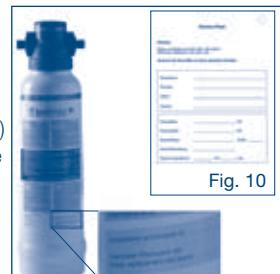

Fig. 10
2. Prima dell'installazione della cartuccia filtrante, scrivere la data dell'installazione e la data di sostituzione (al più tardi dopo 12 mesi) sulla targhetta del filtro (vedi Fig. 9), oppure, prima dell'installazione della cartuccia filtrante, compilare integralmente il foglio di assistenza opzionale (vedi Fig. 10) e fissarlo con una fascetta sul coperchio del filtro.